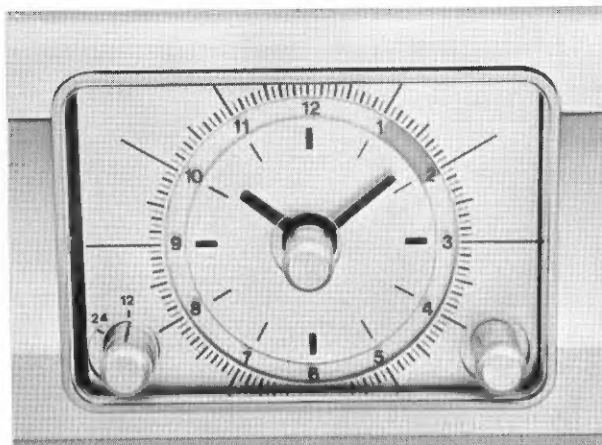

Fig. 6
De instelbare klok (12) maakt het mogelijk om op een tevoren ingesteld tijdstip, de recorder automatisch een bepaald programma te laten opnemen. Hiervoor wordt als volgt te werk gegaan (fig. 6):
- . Druk de opneemtoets (11) en de starttoets (9) tegelijk in.
- . Druk een van de druktoetsen (13) in voor het instellen van de gewenste zender.